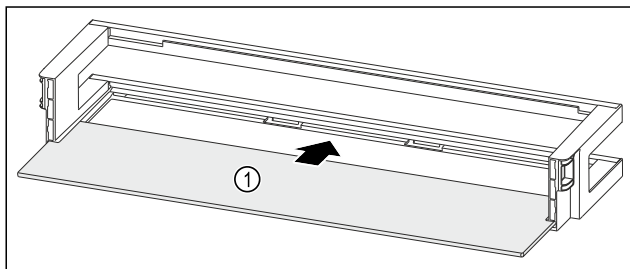

Fig. 241 Balconcino controporta con ripiano
- Inserire il ripiano Fig. 241 (1) negli incavi laterali.